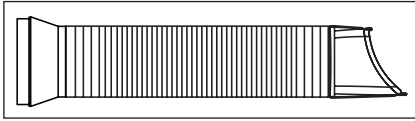

Fig. 3
1. Forleng én av slangeendene (fig. 3).